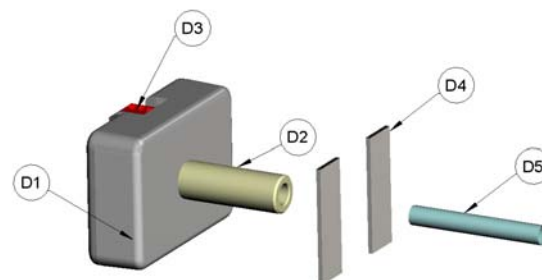

Bild 4: Montage des GE 255/13
**GE 255/13:** (siehe Bild 4+5)